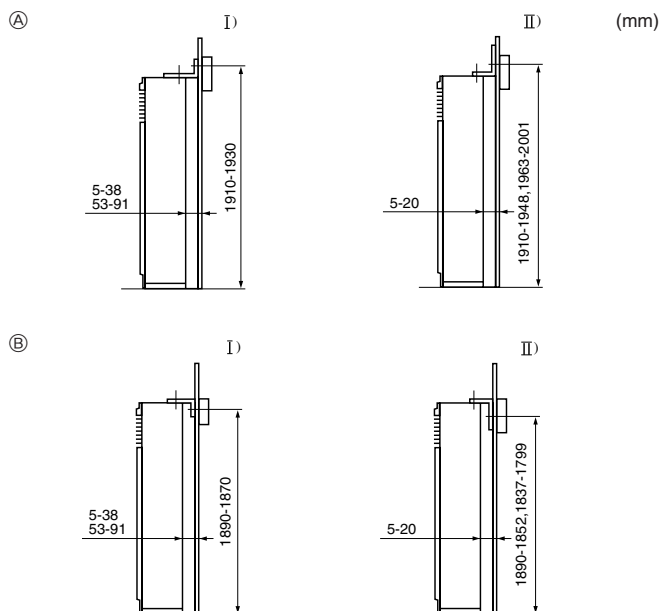
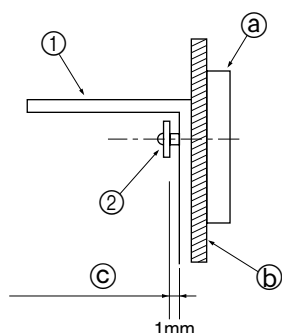

Fig. 3-3
Fig. 3-4
- ① Suporte de prevenção de queda
- O suporte de prevenção de queda ① é fixado na face superior da unidade. Retire os parafusos de derivação ② e instale o suporte como indicado na ilustração. Quanto às distâncias apropriadas para a instalação, consulte a Fig. 3-3.
3.3. Montagem do suporte de prevenção de queda (Fig. 3-3)
- ① Suporte voltado para cima
- ② Suporte voltado para baixo
- Primeiro, instale o suporte na parede e depois aperte o parafuso de maneira que o suporte possa deslizar para cima e para baixo. (Fig. 3-4)
- ② Parafuso de derivação
- ③ Friso
- ④ Material da superfície da parede
- ⑤ Folga de cerca de 1 mm